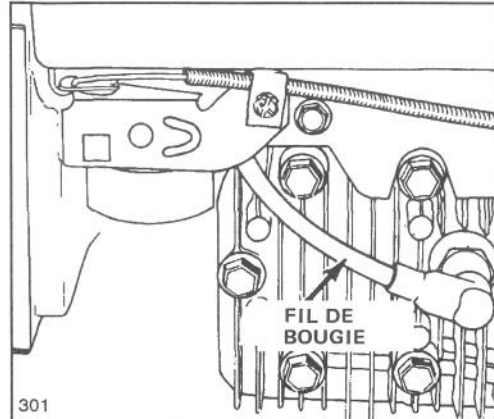

Figure 19
1. Arrêter le moteur et débrancher le fil de bougie (Fig. 19).
1. Arrêtez le moteur et débranchez le fil de haute tension de la bougie (Fig. 19).
1. Arrêtez le moteur et le laissez refroidir. Débranchez le fil de la bougie (Fig. 19).